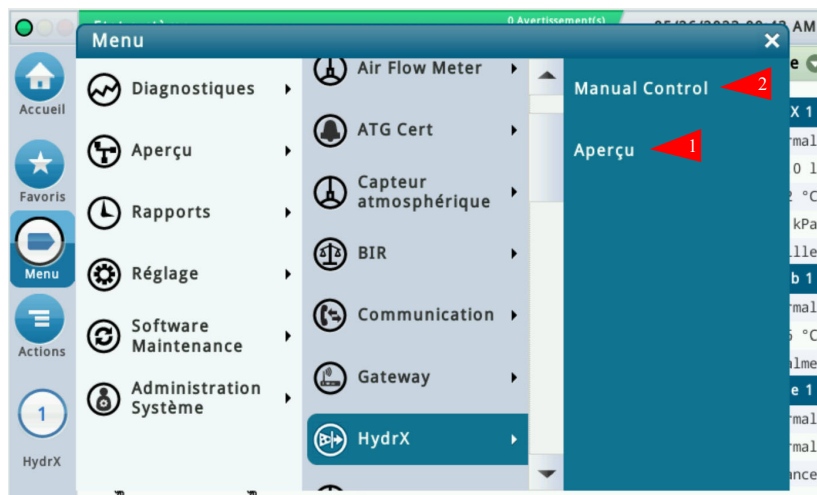
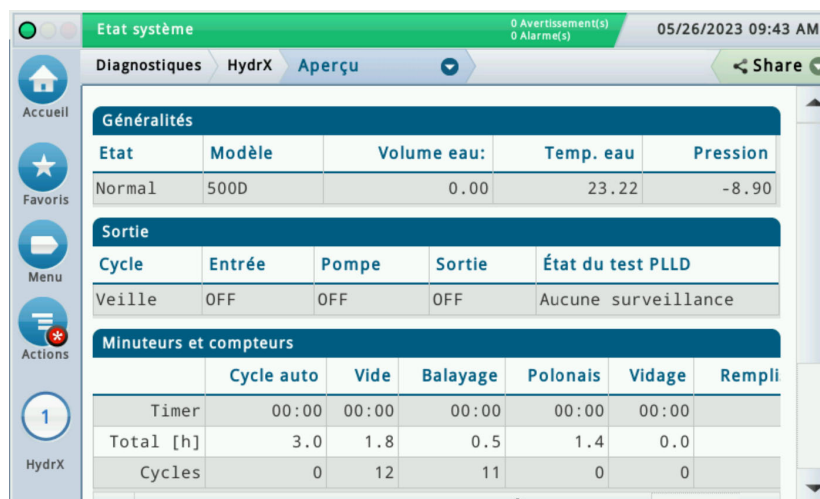

Figure 18. Accès aux écrans de diagnostic HydrX
Figure 19. Exemple d'écran Vue d'ensemble du diagnostic HydrX - Page 1
1. Touchez **Menu>Diagnostic>HydrX** pour ouvrir l'écran de diagnostic HydrX, puis touchez **Aperçu** (1, Figure 18) pour ouvrir l'écran Vue d'ensemble du diagnostic HydrX (Figure 19).